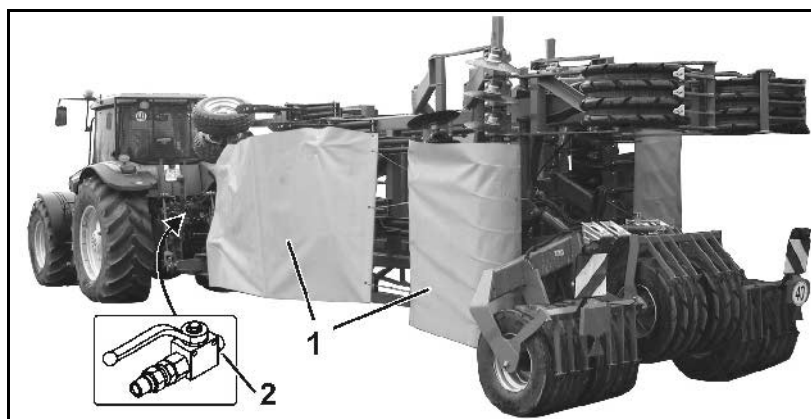

Bild 7
- Skyddsplan för vägtransport (Bild 7/1). Vid användning fästs skyddsplanen på dragstången.
- Kulkran mot ofrivillig fällning (Bild 7/2).